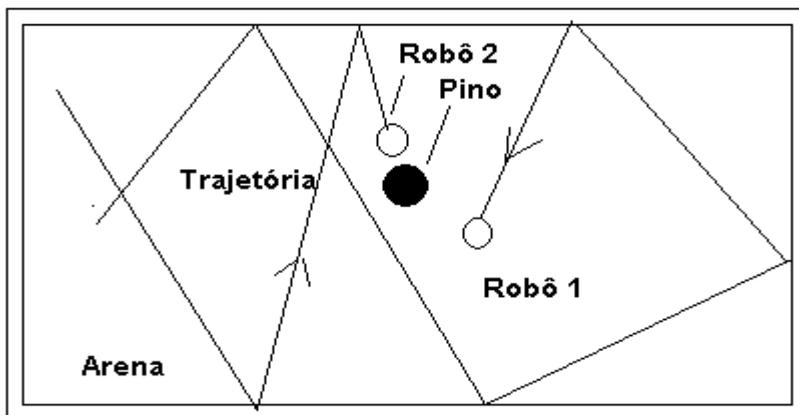

Figura 3 – Prova de derrubada do pino.
- a) Coloque um pino no centro da arena e depois dois ou mais robôs de alunos que serão soltos simultaneamente. Aquele que derrubar o pino em primeiro lugar é o vencedor da prova. A figura 3 mostra esta prova.
- b) Faça raias (duas ou mais) com tabuinhas finas de modo que os robôs possam correr dentro delas. Neste caso, pode ser realizada uma corrida de robôs. A figura 3 mostra como fazer isso